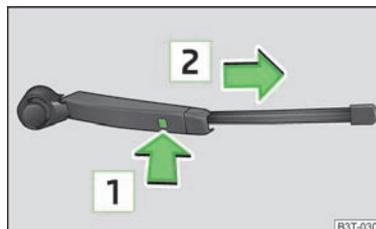

Fig. 51
- Togliere i bracci del tergicristallo dal vetro e posizionare le » fig. 51 spazzole tergicristallo ad angolo retto rispetto al braccio del tergicristallo.